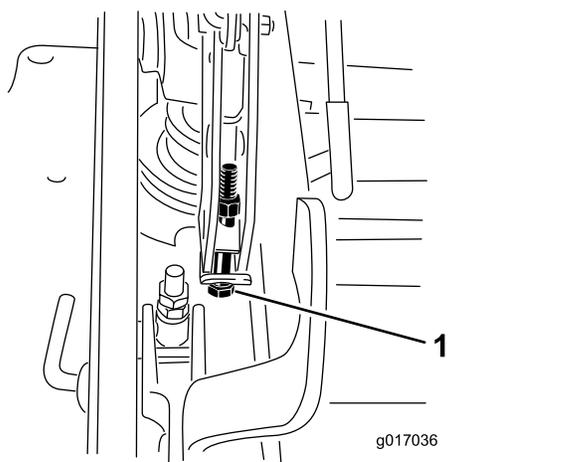

Figure 88
13. Si le tablier est trop bas, serrez le boulon de réglage monpoint dans le sens horaire. Si le tablier est trop haut, desserrez le boulon de réglage monpoint dans le sens antihoraire (Figure 88).